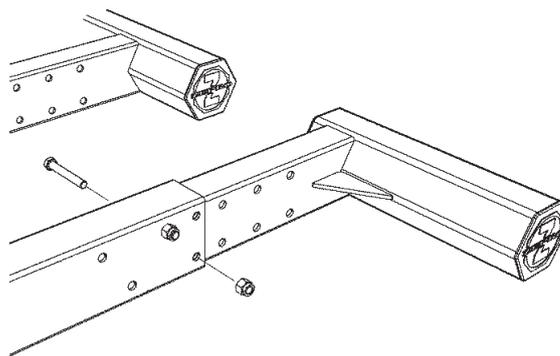

Figura 45. Montaje de protección contra el empotramiento
1. Montar los soportes exteriores; se pueden montar en cinco posiciones diferentes. Elegir una posición que proporcione una posición que cumpla con los requisitos legales. Utilizar el tornillo correspondiente M12x80. Montar los tornillos en el patrón de agujeros como se muestra en la Figura 45, el último en la hilera de agujeros inferior y el siguiente en la superior. Montar sin apretar los tornillos.